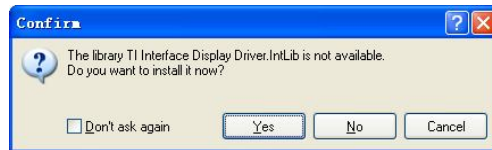

图 7-6 确认是否安装库文件
(6) 单击 Place SN74LS49D 按钮，弹出 Confirm 对话框，如图 7-6 所示，确认是否安装元件 SN74LS49D 所在的库文件 TI Interface Display Driver.IntLib，单击 Yes 按钮，即安装该库文件。